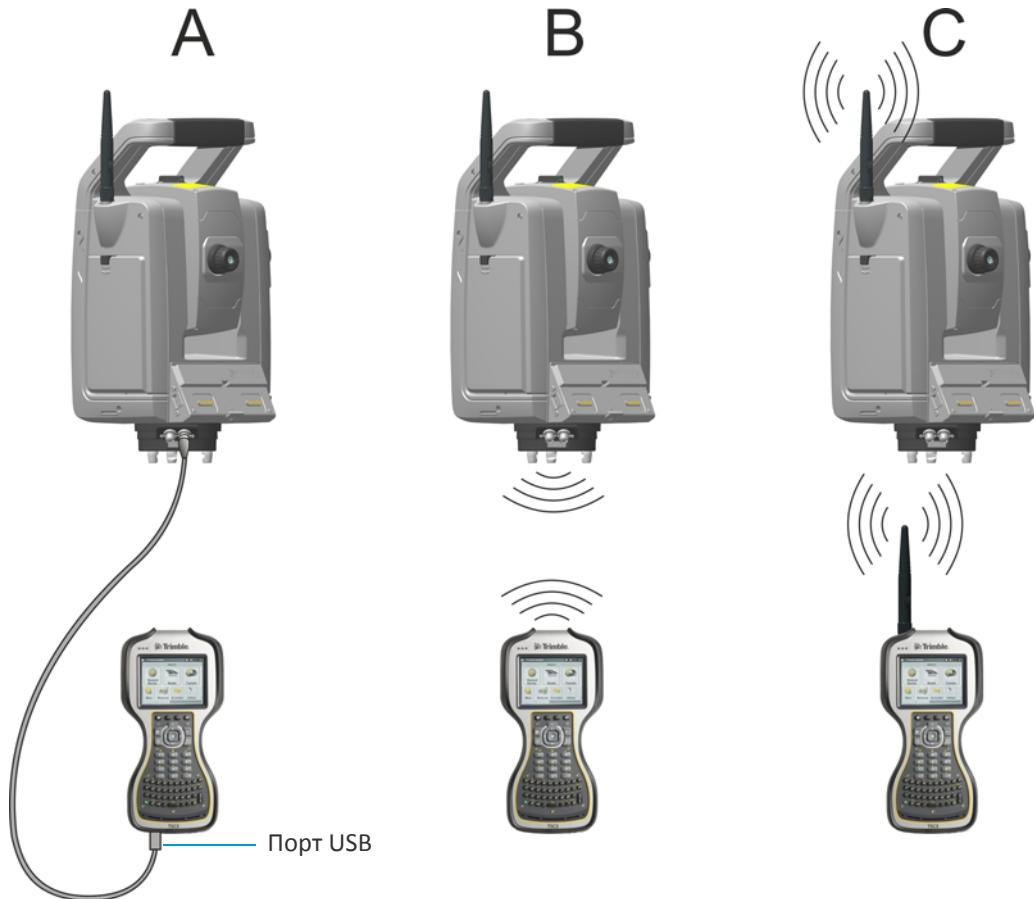

Рисунок 3.17 Подключение TSC3 к инструменту
- с помощью полевого ПО TSC3, когда контроллер TSC3 подключен к инструмент кабелем, см. Рисунок 3.17.